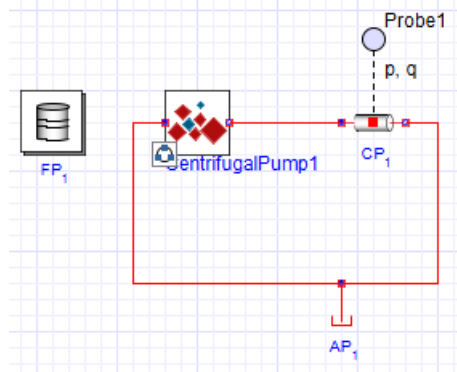

図6.12 遠心ポンプのカスタムコンポーネント
- 20 カスタムコンポーネントをモデルワークスペースにドラッグし、指定されたモデルコンポーネントと表 6.5 「遠心ポンプのコンポーネント」 に示す設定を使用して、図 6.12 「遠心ポンプのカスタムコンポーネント」 に示すモデルを作成します。